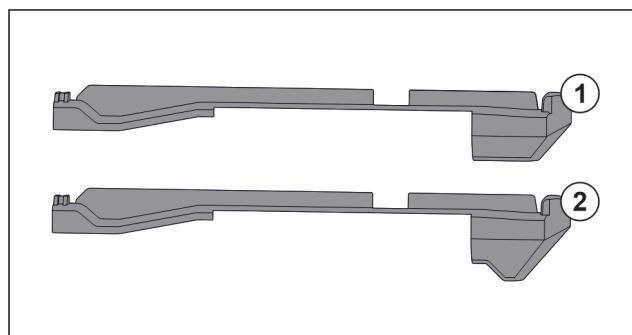

Fig. 147 Porovnanie násuvných dielov
V zariadení sa nachádzajú dva rozdielne násuvné diely. Násuvný diel nad spodnou zásuvkou Fig. 147 (2) má trojuholníkovú hranu. Všetky ostatné násuvné diely Fig. 147 (1) majú rovnú hranu.
- Namontujte násuvný diel Fig. 147 (2) s trojuholníkovou hranou nad spodnú zásuvku.
► Namontujte násuvný diel Fig. 147 (1) s rovnou hranou na všetky ostatné miesta.